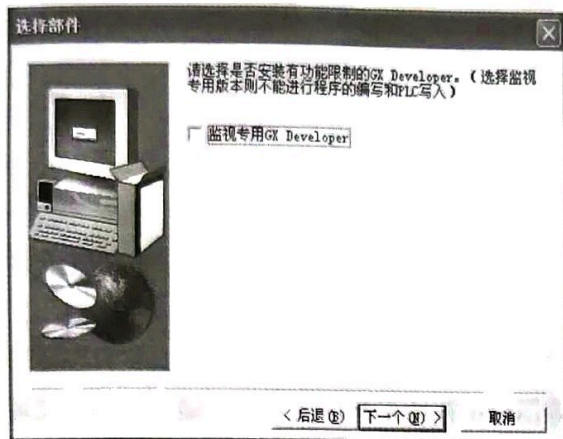

图 3-17 GX Developer 软件的安装界面
(3) 输入各种注册信息后, 输入序列号 (在 txt 文本文件中)。注意, 千万不能在图 3-17 中的 “监视专用 GX Developer” 前面打勾。
(4) 完成后单击 “完成” 按钮。
(5) GX Simulator 是三菱 PLC 的仿真软件, 在安装有 GX Developer 的计算机内追加安装 GX Simulator 软件就能实现离线时的程序调试。通过把 GX Developer 软件编写的程序写入 GX Simulator 内, 能够实现通过 GX Simulator 软件调试程序。该软件必须在事先安装好的 GX Developer 软件上才能使用, 其安装方法与 GX Developer 相同。